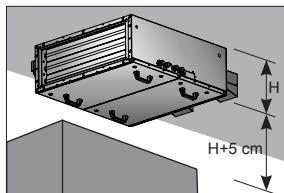

Рис. 5a:
- Выберите место установки так, чтобы обеспечить удобный доступ для технического обслуживания, чистки и демонтажа. Для выполнения технического обслуживания, например, смены фильтра, расстояние между агрегатом и другими устройствами, полками или шкафами должно быть не меньше, чем высота агрегата + 5 см (см. рис. 5a).